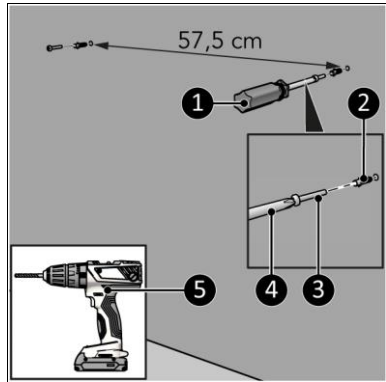

Figure 7
5. Insérez les chevilles (figure 7, pos. 2) et les vis (figure 7, pos. 3).
6. Vissez-les jusqu'à 10 mm du mur avec un tournevis Phillips (figure 7, pos. 1).
9. Vérifiez que le chauffage est bien fixé. Si nécessaire, serrez les vis (figure 7, pos. 2) plus profondément dans le mur.